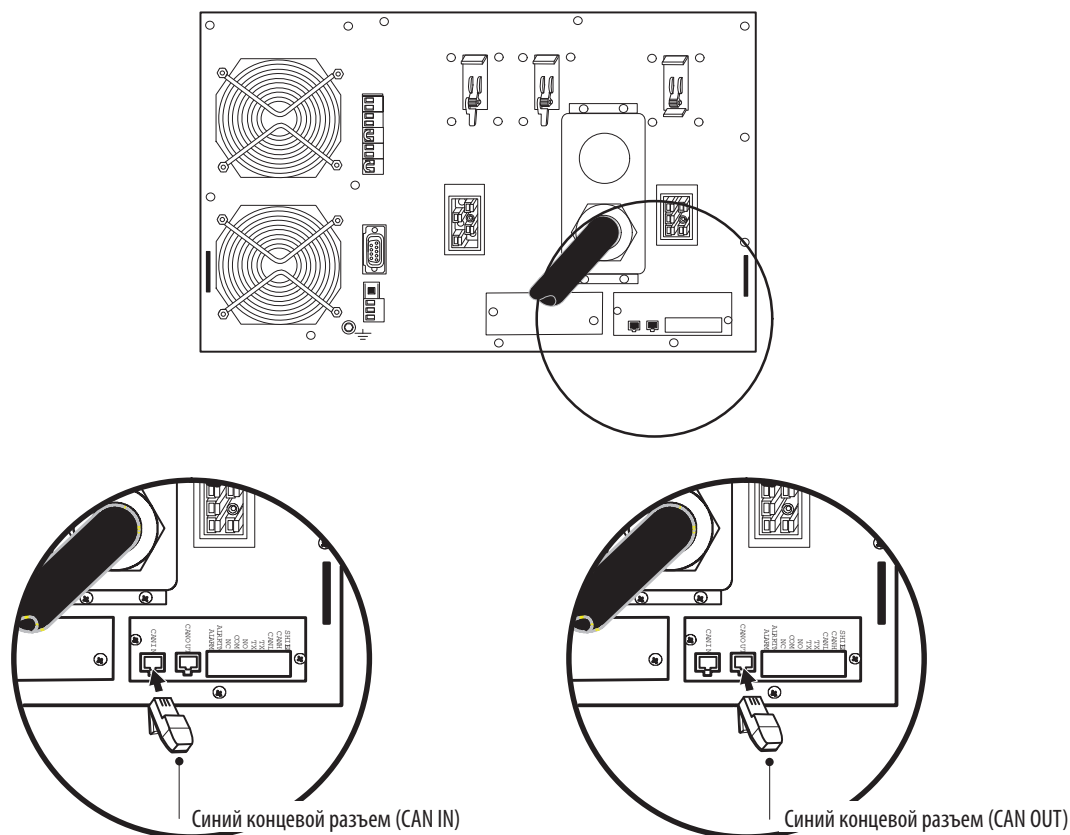

Рисунок 39. Установка синего концевой разъем (установка одиночного ИБП, готового к запараллеливанию)
- Если вы запланировали установить ИБП в качестве первого источника в конфигурации, установите один из прилагаемых синих концевых разъемов (см. рисунок 39) в порт CAN IN в ИБП. Второй синий концевой разъем сохраните для последующего применения.
- Если вы запланировали установить ИБП в качестве последнего источника в конфигурации, установите один из прилагаемых синих концевых разъемов (см. рисунок 39) в порт CAN OUT в ИБП. Второй синий концевой разъем сохраните для последующего применения.